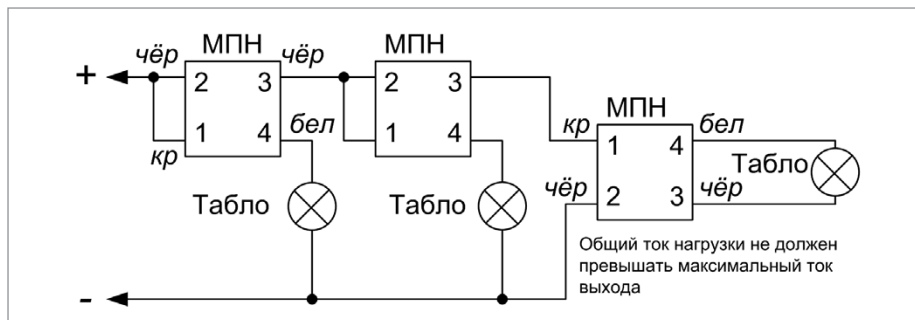

Рисунок 11. Схема подключения нескольких нормально-выключенных световых табло или сирен к одному выходу блока
3. Несколько исполнительных устройств подключаются параллельно к одному выходу блока согласно схеме на Рисунок 11.